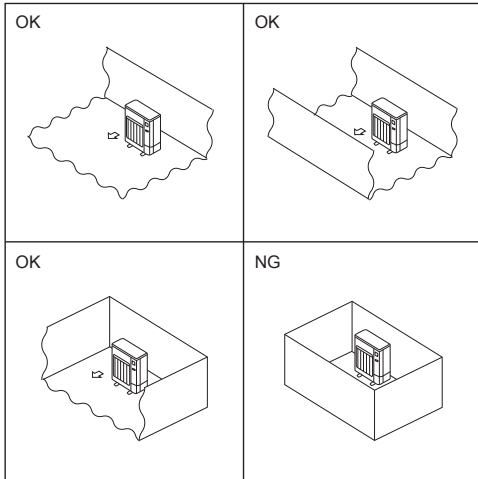

Fig. 2-2
- Ⓑ Monter utendørsenheter på et sted der minst én av fire sider er åpne, og i et tilstrekkelig stort område uten fordyppinger. (Fig. 2-2)